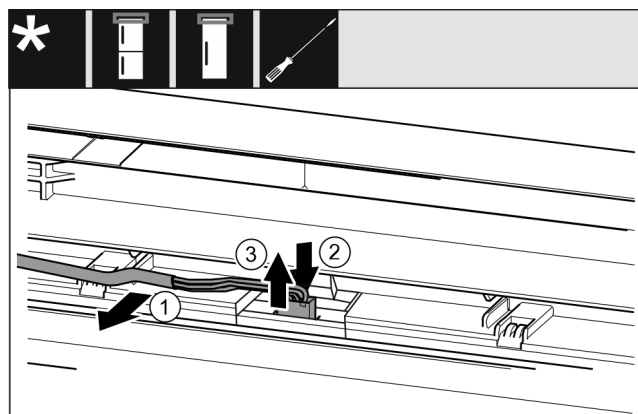

Fig. 20
- ▶ Desprindeți cu precauție cablul gri din ghidaj în uşă. Fig. 20 (1)
- ▶ Apăsați eclisa din spatele fișei spre înapoi. Fig. 20 (2)
- ▶ Extrageți cu precauție fișa în sus. Fig. 20 (3)